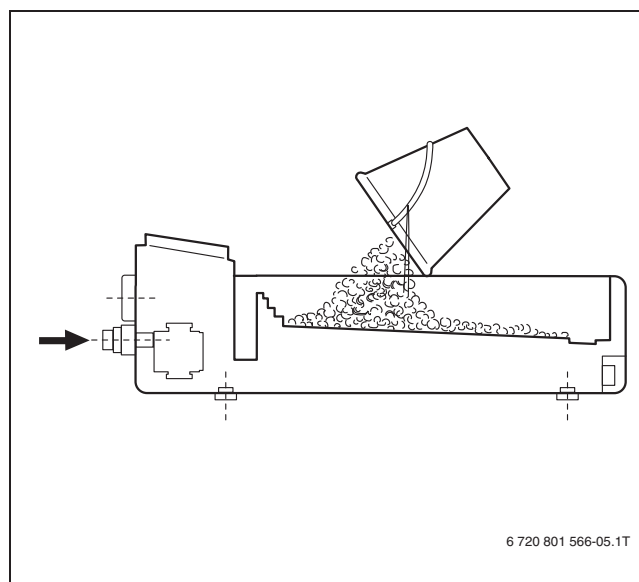

Рис. 5 Грязевая камера
- ▶ Засыпьте новый гранулят в соответствии с таб. 3 (→ рис. 5, стр. 7).